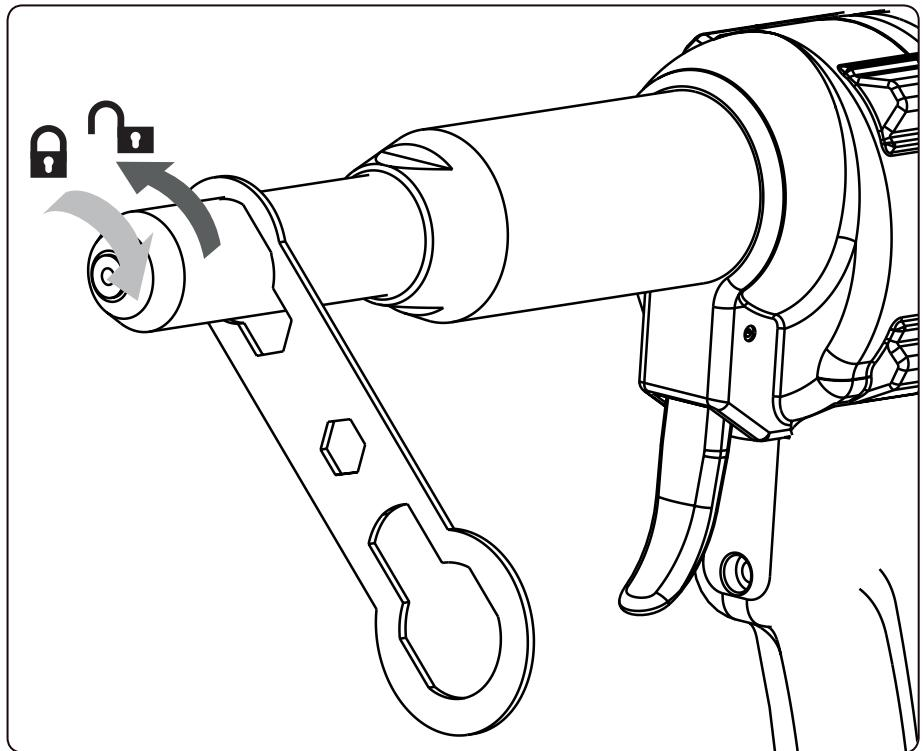

Fig.8, desenroscado/enroscado del cañón
- Si necesita acceder a las pinzas (parte 3, fig.8) u otra parte, desenrosque el cañón con la llave suministrada. Para que se pueda desenroscar el cañón con la llave, el saliente en la llave se debe insertar en el orificio en el cañón como tope (fig.7). Antes de cambiar las piezas, apriete y suelte el disparador. Asegure la lubricación suficiente de las piezas en el cañón de la pistola remachadora, sobre todo, después de su cambio. Para la lubricación se debe usar la vaselina para máquinas.